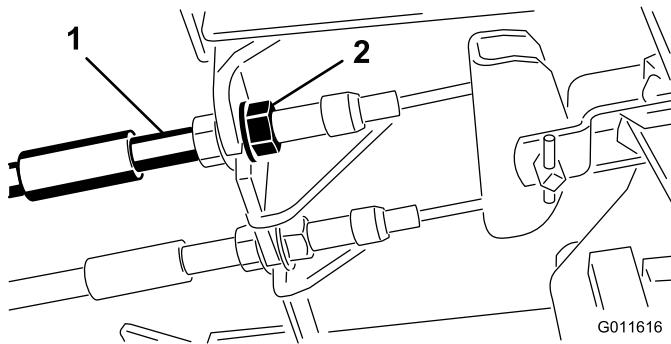

Figure 44
1. Pour réduire la garde aux pédales de frein, serrez les freins en desserrant l'écrou avant sur l'extrémité filetée du câble de frein (Figure 44).